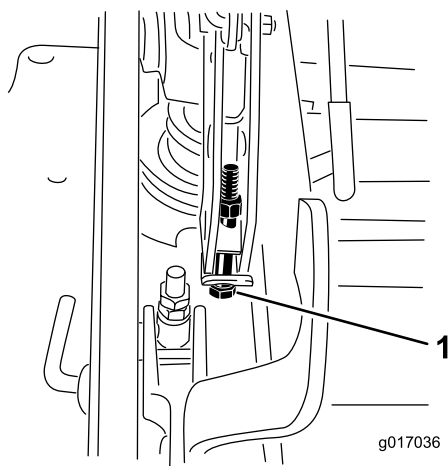

図 80
13. デッキが低すぎる場合には、シングルポイント調整ボルトを右に回して締める。デッキが高すぎる場合には、シングルポイント調整ボルトを左に回してゆるめる 図 80。